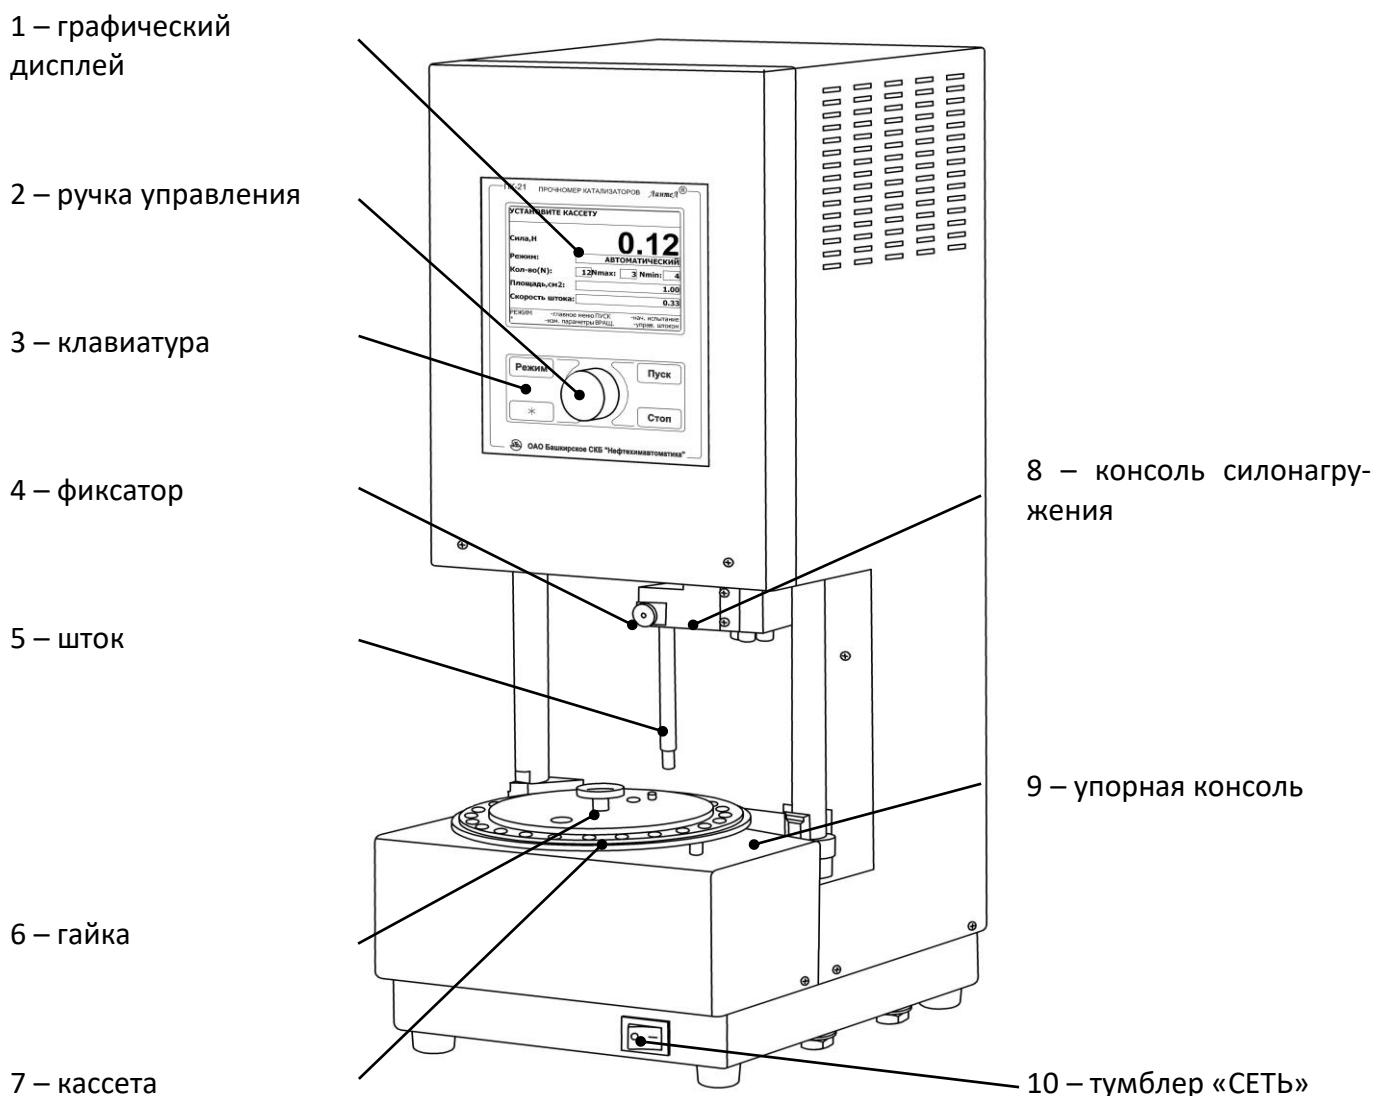
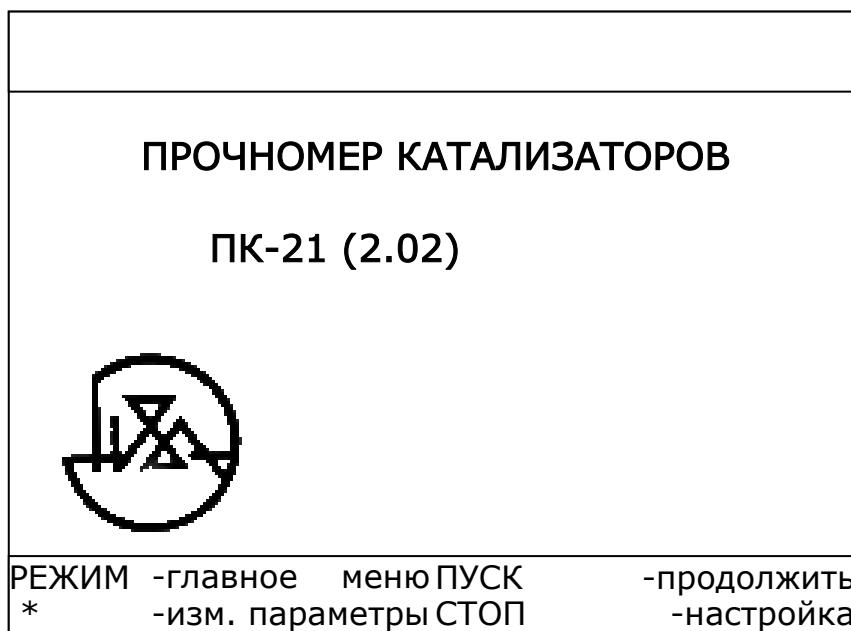

Рисунок 1 – Общий вид прочномера
Рисунок 4 - Заставка
3.3.2 Включить прочномер тумблером «СЕТЬ» (см. рисунок 1, страница 5) – на дисплее появится заставка(см. рисунок 4).
- 9) Режим работы – непрерывный. После окончания работы прочномер выключается тумблером «СЕТЬ» (см. рисунок 1, страница 5).